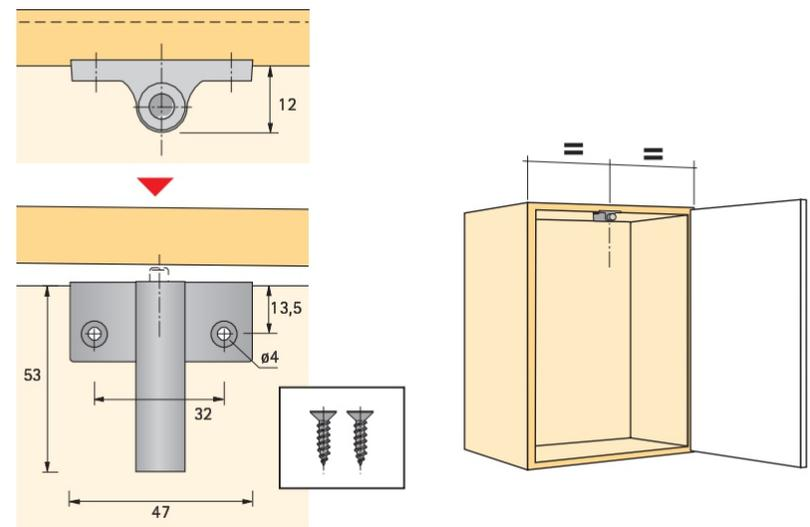

Рис. 5
4. К деталям 5 изнутри приверните демпферы (П) с помощью саморезов (Л), как показано на рис. 5, для бесшумного закрывания дверцы. Обратите внимание, что отверстий под саморезы для крепления демпферов в деталях нет. После окончательной сборки на головки конфирматов и эксцентрики установите декоративные заглушки. Установите полки.